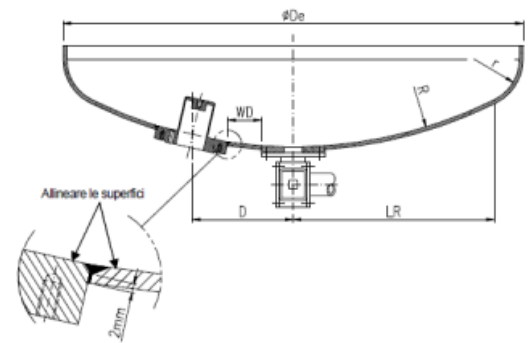

Fig. 3
El borde interno del tanque debe ser redondo para hacer un ángulo de 45° inclinado hacia dentro (creando una ranura para soldadura). En el borde exterior del orificio debe dejarse en una parte recta de aproximadamente 2 mm, fig. 3.
- ◆ Insertar la campana en el orificio del recipiente comprobando que la superficie interna del fondo redondeado está alineado con los bordes exteriores de la campana, ver fig. 3.